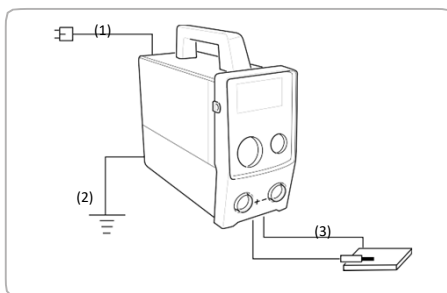

Fig.4
- Verificați cablul electric pe toată lungimea acestuia, verificați și ștecherul înainte și după fiecare utilizare fig 4(1) .
- Modul în care se face împământarea este prin conectarea acestui cablu între priza de împământare și șurubul din spatele aparatului. Fig 4(2).
- Cleștele de masă se va conecta la piesa ce urmează să fie prelucrată asigurând un contact cât mai bun și cât mai aproape de zona ce urmează să fie prelucrată fig 4 (3).